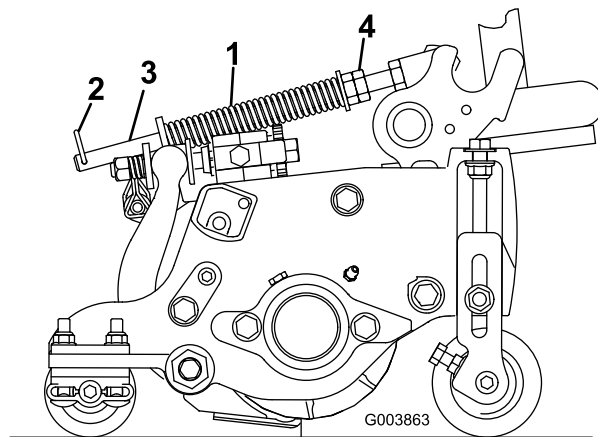

図 21
ターフ補正スプリング(図 21)は、前ローラから後ローラへと、カッティングユニットの体重移動を行います。これによりユニットを安定させ、いわゆる「波打ったような」仕上がりボビングとかマーセリングといわれる現象を防いでいます。
1. ヘアピンコッターがスプリングロッドの後の穴に差し込まれていることを必ず確認しておいてください(図 21)。
2. スプリングロッド前部の六角ナットを締めて、スプリング圧縮状態の長さが15.9cm になるようにする(図 21)。